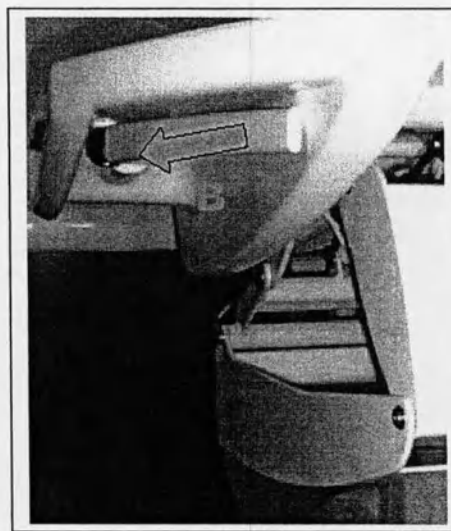

Рис. 7. Разблокирующий механизм для подъёма ножной секции
- Потянуть рычаг управления левой рукой: см. рис. 7, направление В.